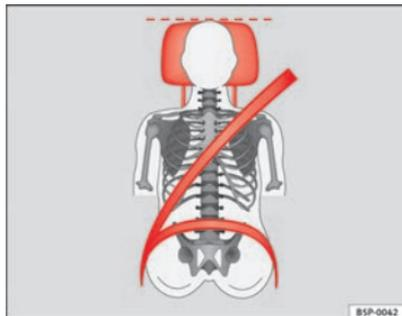

Fig. 12 Faixa do cinto de segurança e do encosto de cabeça regulados correctamente, vistos de frente
- A faixa superior do cinto de segurança tem de passar sensivelmente por cima do meio do ombro e nunca por cima do pescoço ou do braço. O cinto de segurança tem de ficar bem cingido ao tronco do ocupante ⇒ fig. 12.